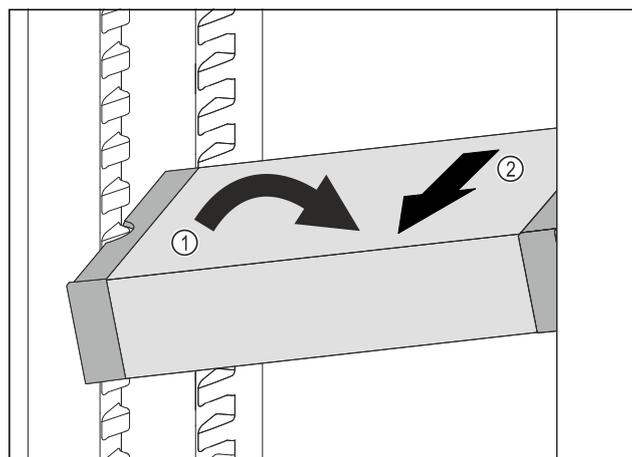

Fig. 93
- ▶ Ukosite ladicu VarioSafe u hladnjaku. *Fig. 93 (1)*
- ▶ Izvadite ladicu VarioSafe prema naprijed. *Fig. 93 (2)*